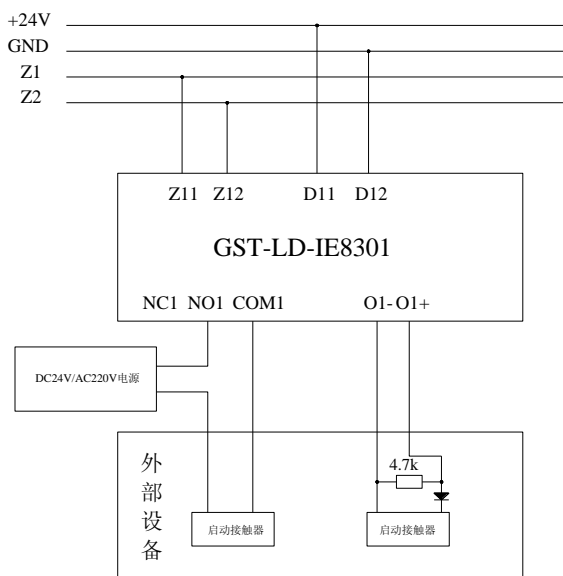

图 8 模块在工作模式 3 的连接示意图
3. 模块在工作模式 3 工作时，与外部设备的连接如图 8 所示。